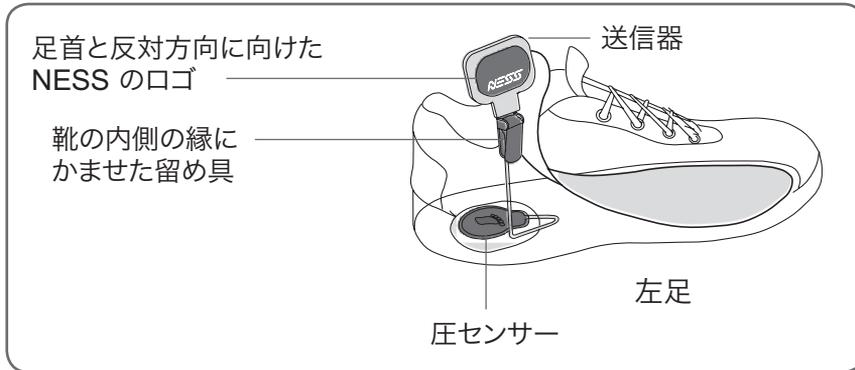

図 11 :送信器を靴の内側の縁にかませているところ
5. 歩行センサーの送信器を靴の内側の縁にはめます。送信器に付いている NESS のロゴが、足首と反対方向を向くようにします(図 11 を参照)。